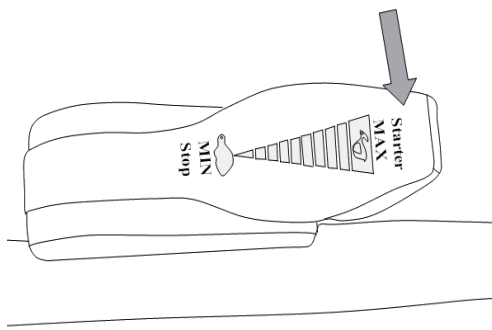

Bild 11
1. Bringen Sie den Gashebel in die Stellung „ MAX “ (Bild 11).